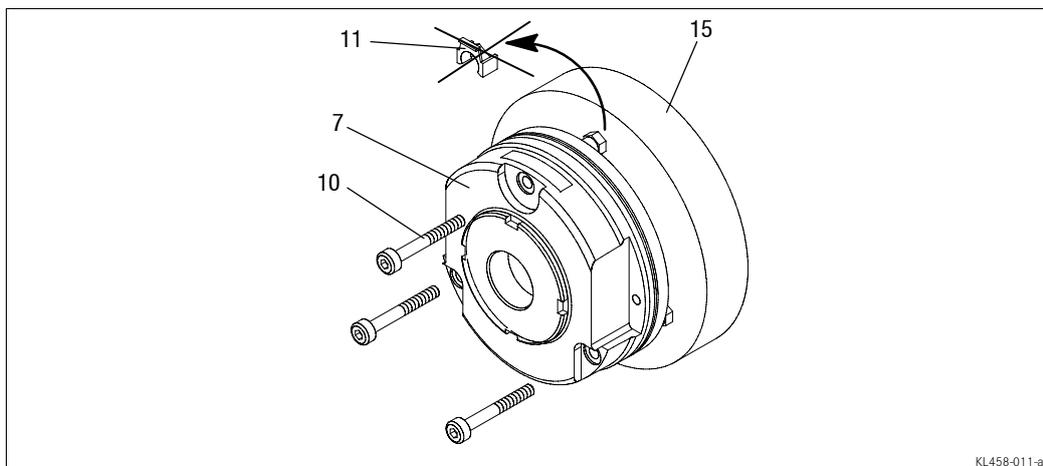

Fig. 7 Montage du frein à ressorts à manque de courant
4. Fixer le corps inducteur complet (7) sur le flasque (15) à l'aide des vis (10) (Fig. 7).
5. Retirer les pièces de blocage (11) (à jeter Fig. 7).